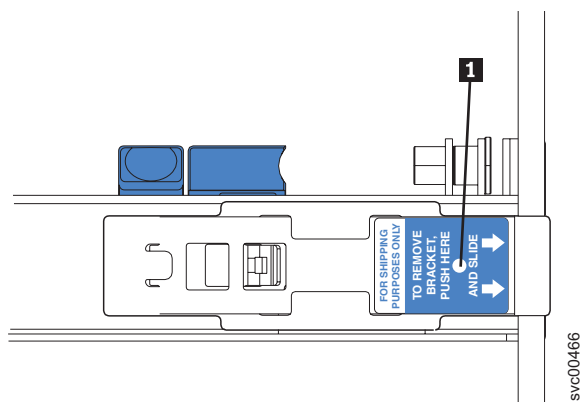

図 25. 配送用ブラケットのリリース・タブ
2. (オプション) 配送用ブラケットに示されているリリース・タブ **1** (図 25 を参照) を押して、配送用ブラケットをスライド・レールから取り外します。もう一方の配送用ブラケットについてもこのステップを繰り返します。配送用ブラケットは、将来の利用のために保管しておきます。